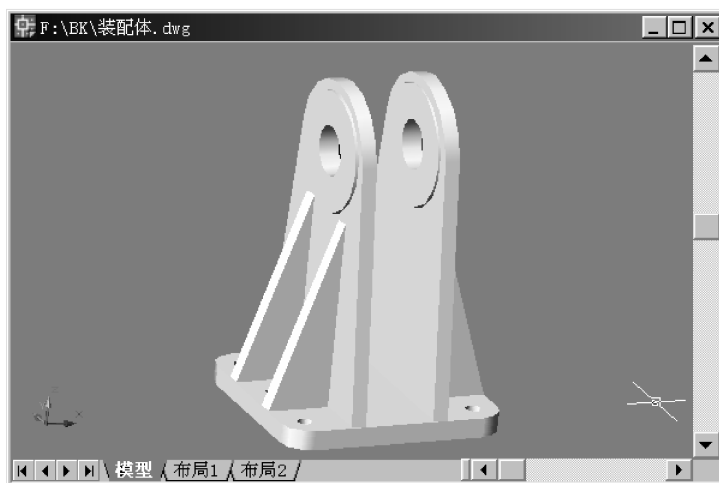

图 5-42 完成后的底座造型
(3) 选择菜单“修改”→“三维操作”→“三维镜像”, 以底板的中心面为镜像面, 创建另一侧的挡板和肋板, 从而完成整个底座造型的创建, 如图 5-42 所示。